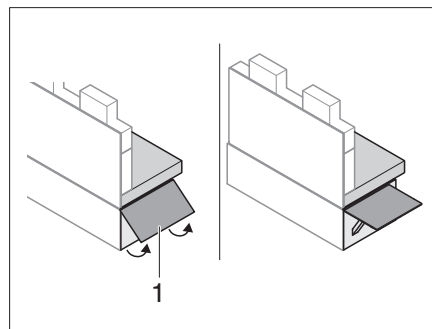

Fig. 142 Desplegar la prolongación del banco de asiento
- Abatir la prolongación del banco de asiento (Fig. 142,1) hacia arriba.
- Introducir la pestaña de desbloqueo y plegar la prolongación del banco de asiento (Fig. 142,1).